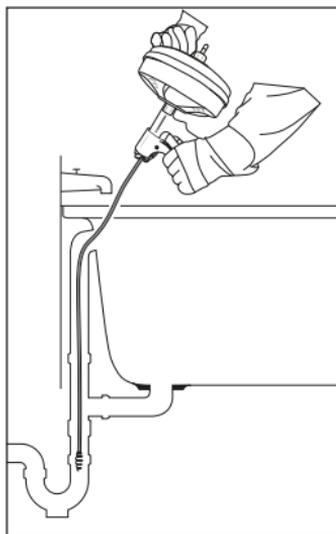

Fig. 2
- Pour les baignoires, ne faites jamais passer la spirale ⑧ par le tuyau d'évacuation. Cela endommagerait la spirale ⑧. Passez au contraire toujours par le trop-plein (voir fig. 2).